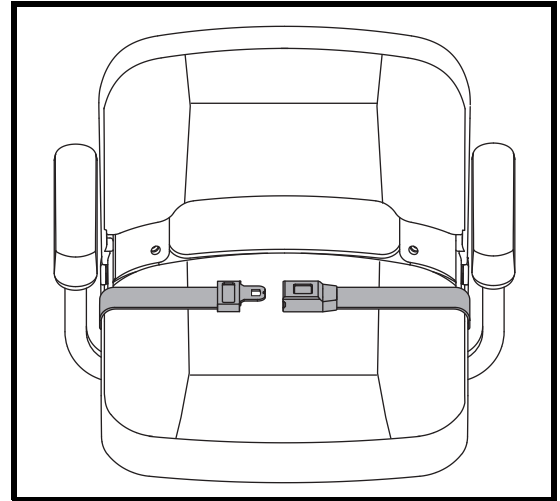

Figure 22. Ceinture de positionnement - De type attache in métal
Votre Travel Scooter peut être équipé d'une ceinture de positionnement de type automobile réglable pour votre confort. **Voir les figures 22 ou 23.** La ceinture de positionnement est conçue pour supporter et empêcher le conducteur de glisser ou d'avancer sur le siège. La ceinture de positionnement n'est pas une ceinture de sécurité.
1. Insérez l'onglet de la ceinture côté droit dans la boucle de ceinture côté gauche jusqu'à ce que vous entendiez le "clic". Voir la figure 22.